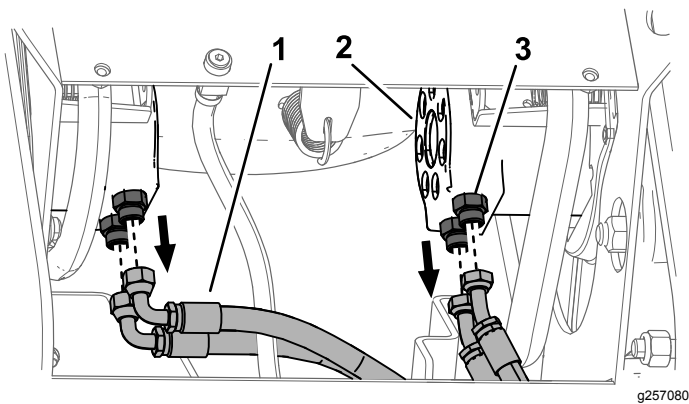

Bild 4
1. Legen Sie Lumpen oder einen Behälter unter die Hydraulikanschlüsse des Kettenmotors, um Flüssigkeit während dieses Vorgangs aufzufangen (Bild 4).